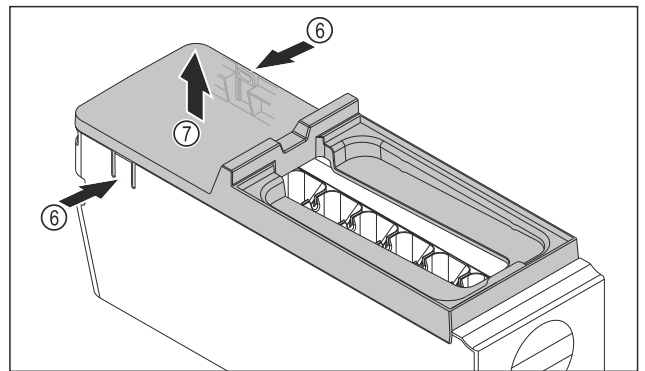

Fig. 146
- ▶ Abdeckung des EasyTwist-Ice-Körpers entnehmen: Laschen Fig. 146 (6) an den beiden Seiten des EasyTwist-Ice-Körpers mit einer Hand drücken.
- ▶ Abdeckung Fig. 146 (7) mit der anderen Hand nach oben entnehmen.